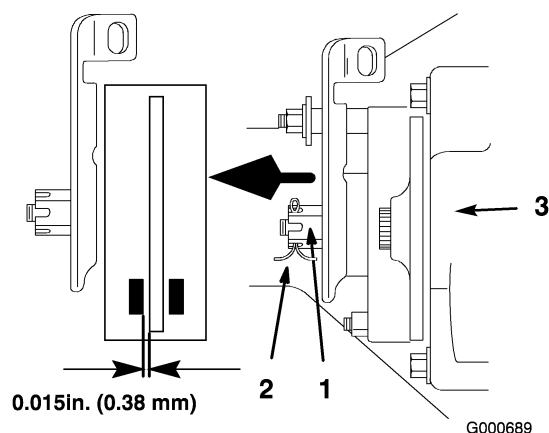

Figura 51
3. Per mettere a punto il freno, togliete la coppiglia ed allentate leggermente il dado di regolazione del freno (Figura 51).
4. Inserite con cautela uno spessimetro di 0,38 mm fra il pattino esterno del freno e il disco del rotore (Figura 51).